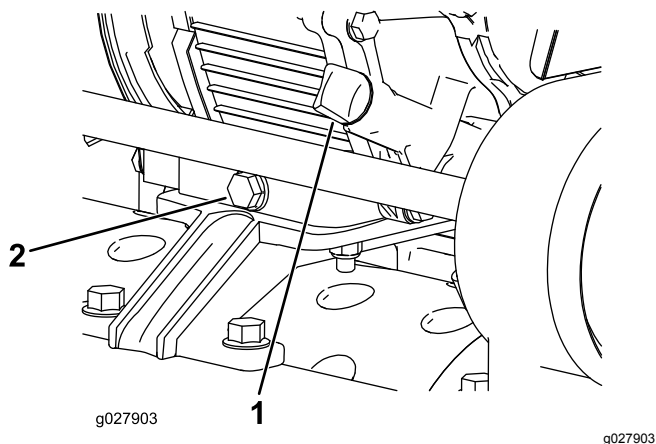

図 29
- 平らな場所に駐車し、オイルゲージ周辺をきれいに拭く図 29。
2. 機体下にあるドレンプラグの下に廃油受けを置く 図 29。ドレンプラグをゆるめる。